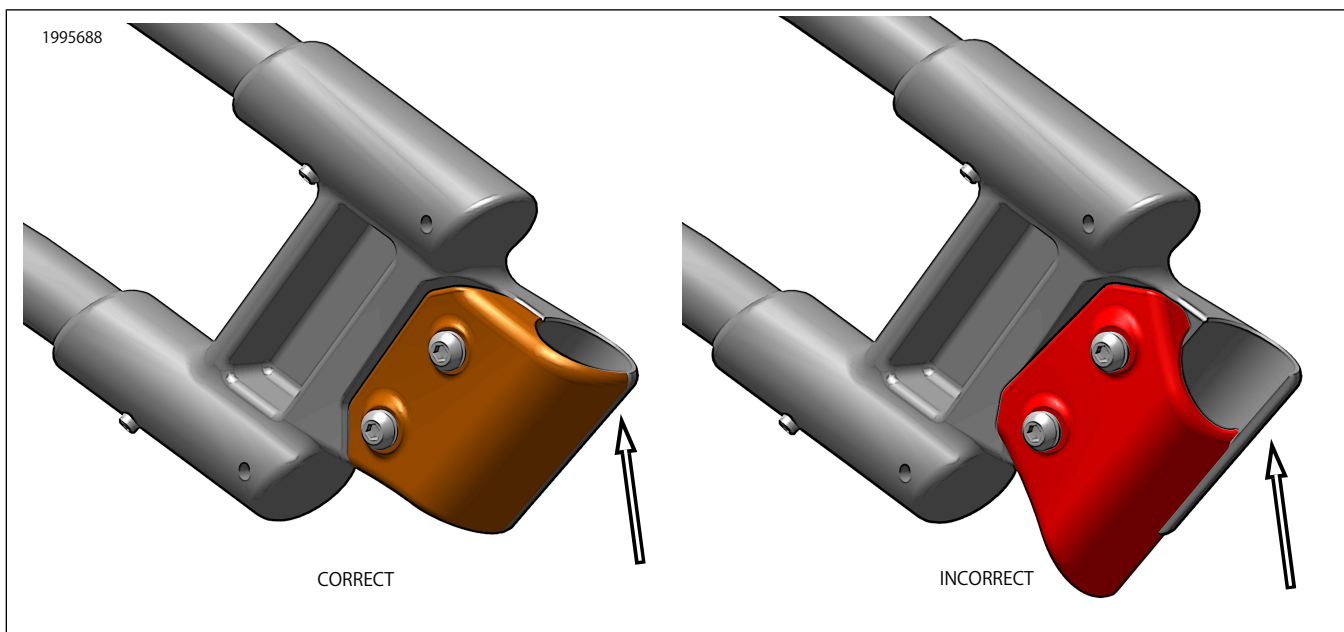

図5。キット90202916 / 90202917のクランプの向き
- d. 図5を参照してください。キット90202916 / 90202917の場合は、部品の背面に表示されているマークに従い、正しいクランプ位置(左または右)を確認してください。図のように正しく取り付けます。